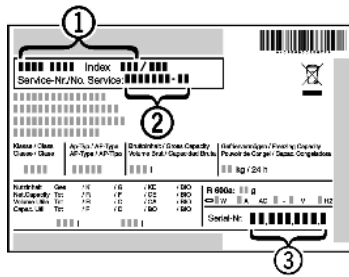

Fig. 7
- Relever la désignation de l'appareil *Fig. 7 (1)*, le n° de service *Fig. 7 (2)* et le n° de série *Fig. 7 (3)* sur la plaquette signalétique. Cette plaquette se trouve sur la paroi intérieure gauche de l'appareil.
- Informer le S.A.V. et lui communiquer la panne, la désignation de l'appareil *Fig. 7 (1)*, le n° de service *Fig. 7 (2)* et le n° de série *Fig. 7 (3)*.